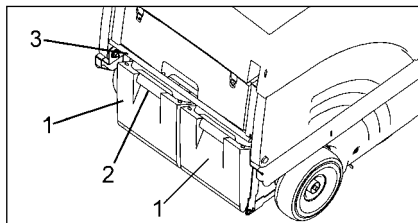

Abb.11
- Bügel (Abb.11/3) nach oben klappen
= Die Kehrgutbehälter (Abb.11/2) werden abgesenkt.
- In die Griffmulde (Abb.11/1) eines Kehrgutbehälters einfassen, leicht anheben und herausziehen.
- Kehrgutbehälter (Abb.11/2) wieder einsetzen und Bügel (Abb.11/3) wieder nach unten klappen.